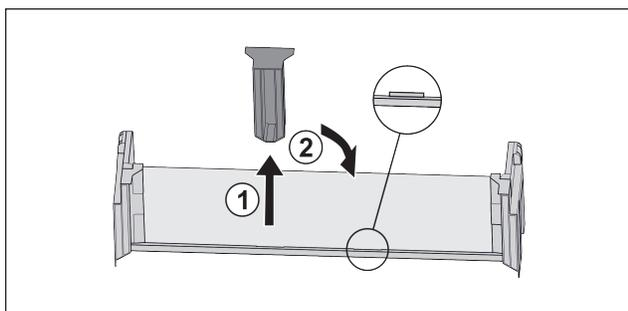

Fig. 81
- Extraire la pièce de retenue centrale Fig. 81 (1).
- Insérer la pièce de retenue centrale en deuxième position Fig. 81 (2).